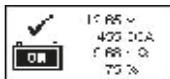

Fig.58
- Seleccione Ver Resultados de la prueba: , oprimiendo ► tecla y después  tecla. Los resultados almacenados se muestran como ejemplos (Fig.58,59,60,61 y 62) por debajo: